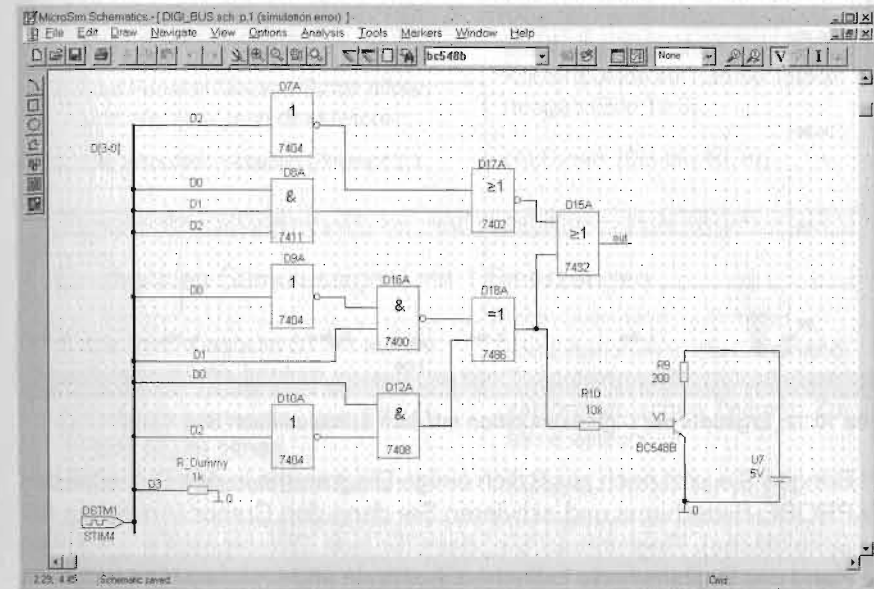

Bild 10.29: Die Benennung des Datenbusses im Fenster SET ATTRIBUTE VALUE
- Doppelklicken Sie auf irgendein Stück des Datenbusses, um das Fenster SET ATTRIBUTE VALUE zu öffnen. Benennen Sie ihren Bus und seine vier Leitungen als D[3-0] und füllen Sie mit dieser Bezeichnung die Eingabezeile des Attributfensters aus (Bild 10.29). Die Datenleitungen heißen damit D0, D1, D2 und D3.
1. Doppelklick auf ein Bussegment und dadurch öffnen des Fensters SET ATTRIBUTE LABEL (Bild 10.29).